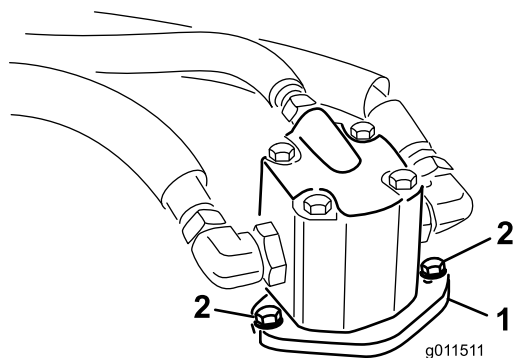

Bild 1
2. Entfernen Sie die Schrauben, mit denen die Hydraulikmotoren am Mähwerk befestigt sind (Bild 1). Heben Sie die Motoren vom Mähwerk ab und legen sie auf eine saubere, abgelegene Oberfläche. Beschädigen Sie nicht die Aluminiumkupplungen.